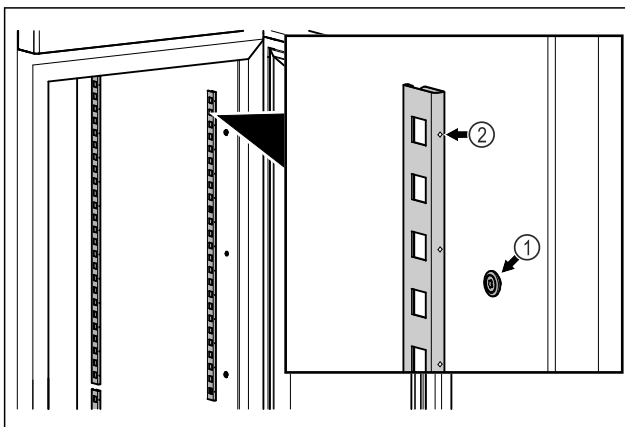

Fig. 56 Примерное изображение
- ▶ Навесьте фиксатор на крепление Fig. 56 (1). Отметка Fig. 56 (2) должна располагаться спереди.